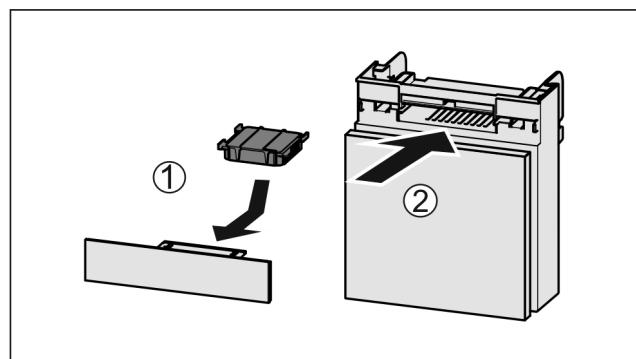

Fig. 173
- Aktivni ogleni filter vstavite Fig. 173 (1) skladno s prikazom na sliki.
Predal potisnite noter Fig. 173 (2).